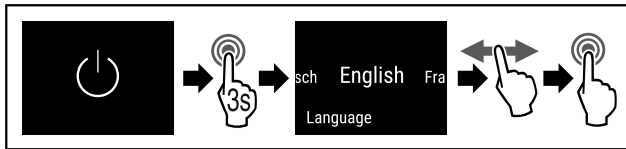

Fig. 54
- ▶ Eseguire i passi (vedere Fig. 54).